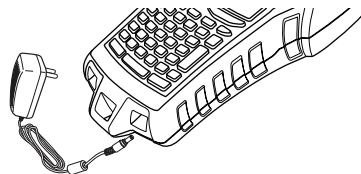

Figura 2
1. Enchufe el adaptador de alimentación al conector de alimentación situado en la parte inferior de la impresora. Consulte la Figura 2.